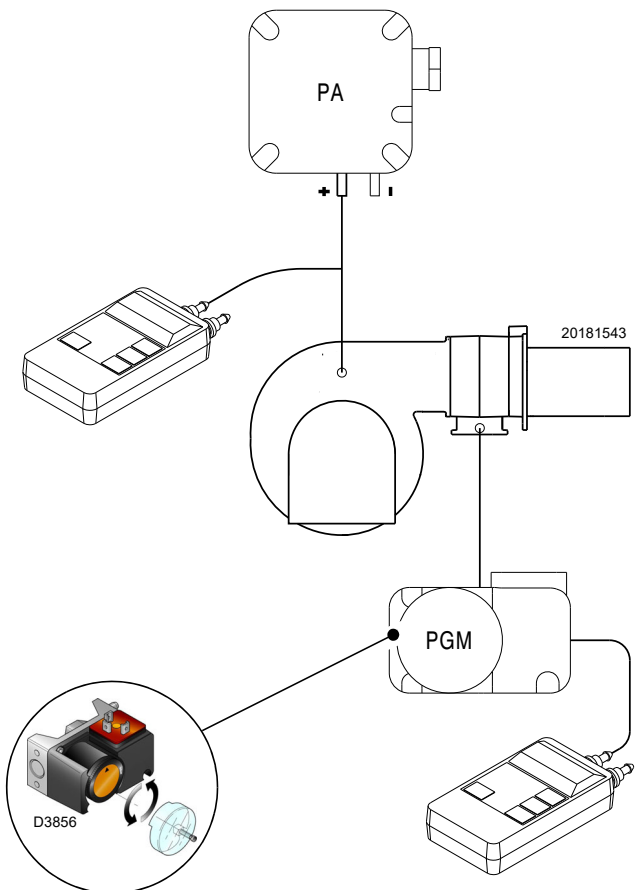

Abb. 28
- Stellen Sie den Maximal-Gasdruckwächter (Abb. 28 auf Seite 27) auf den Skalenendwert ein.
Die Einstellung des Maximal-Gasdruckwächters ausführen (Abb. 28), nachdem alle anderen Einstellungen des Brenners bei auf das Skalende eingestellten Maximal-Gasdruckwächter vorgenommen wurden.